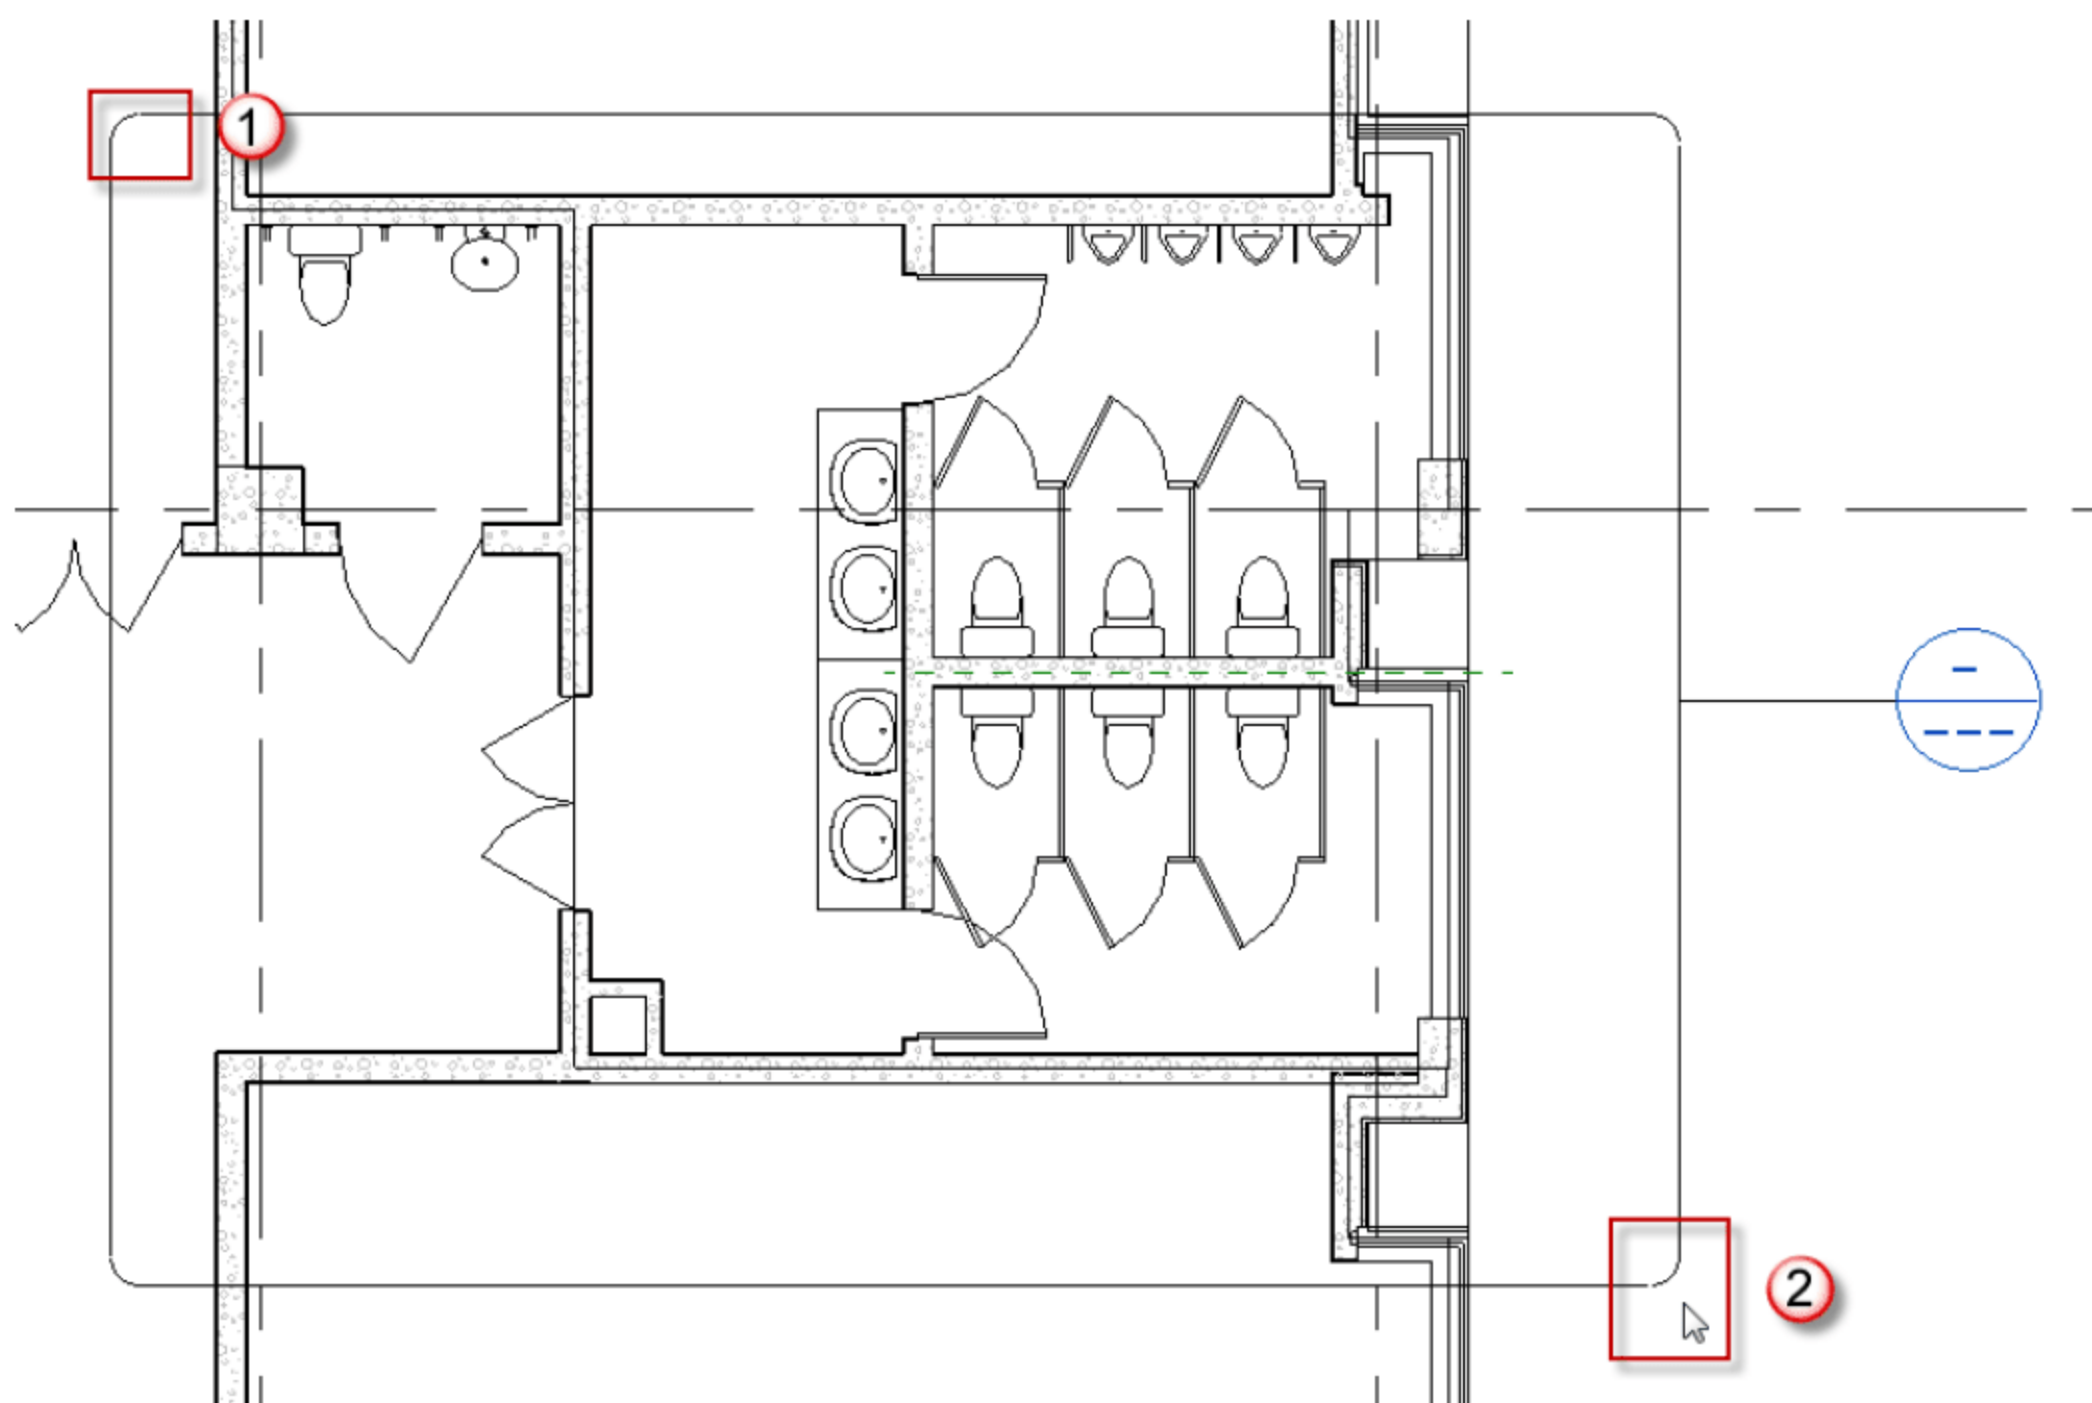

图 13.1.27 详图索引
(1) 绘制详图索引符号。切换到一层平面图，选择“视图”→“详图索引”→“矩形”命令，在一层平面中卫生间的位置，用拉矩形框的方式画出详细的索引框，如图 13.1.27 所示。